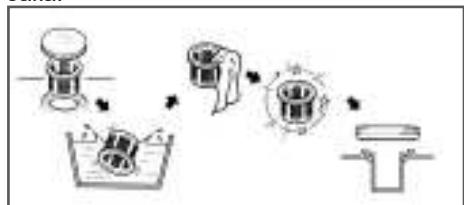

**Рис. 21 Уровень масла в масляной ванне воздушного фильтра**
7. Установите масляную ванну 6 в опору 7 воздушного фильтра (Рис. 20) и залейте в нее моторное масло до отметки 1 «OIL LEVEL» на корпусе масляной ванны (Рис. 21).